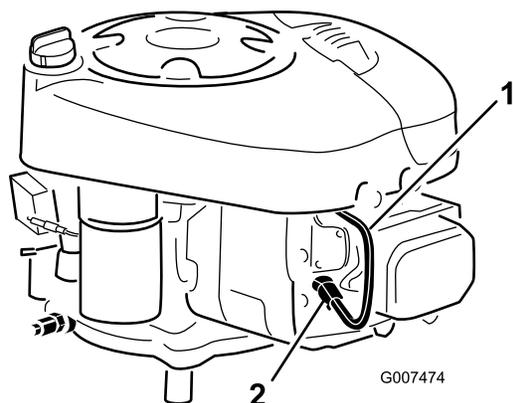

Bild 25
6. Fassen Sie über dem linken Hinterrad unter das Chassis und ziehen Sie das Kabel von der Zündkerze ab (Bild 25).
3. Schließen Sie den Zündkerzenstecker an die Zündkerze an (Bild 25).